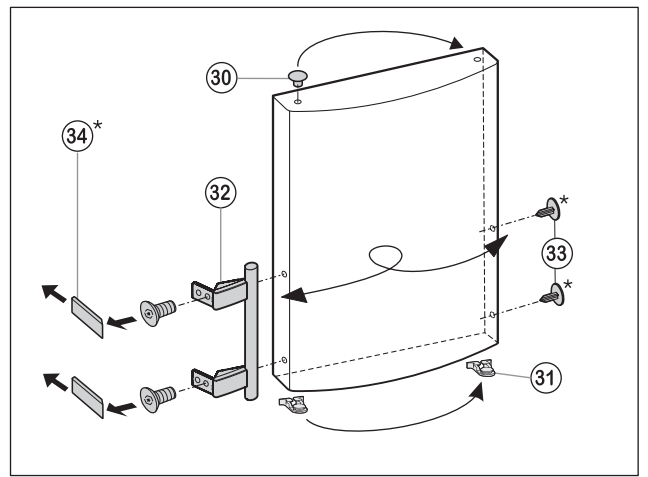

Fig.6
- Enlever le bouchon Fig. 6 (30) du coussinet de la porte et le permuter de l'autre côté.
- Démontez la poignée de porte Fig. 6 (32), les bouchons Fig. 6 (33) et les plaques d'appui\* Fig. 6 (34) et les permuter sur le côté opposé.